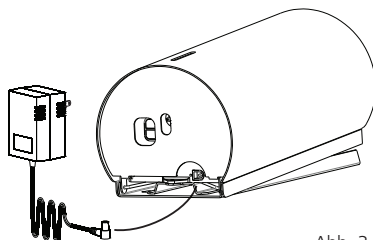

Abb. 3
2. Bevor Sie die Montageplatte an der Wand befestigen, führen Sie den Adapter-Stecker des Transformators durch den Boden des Spenders zwischen Montageplatte und dem Boden des Gehäuses (Abb. 3).